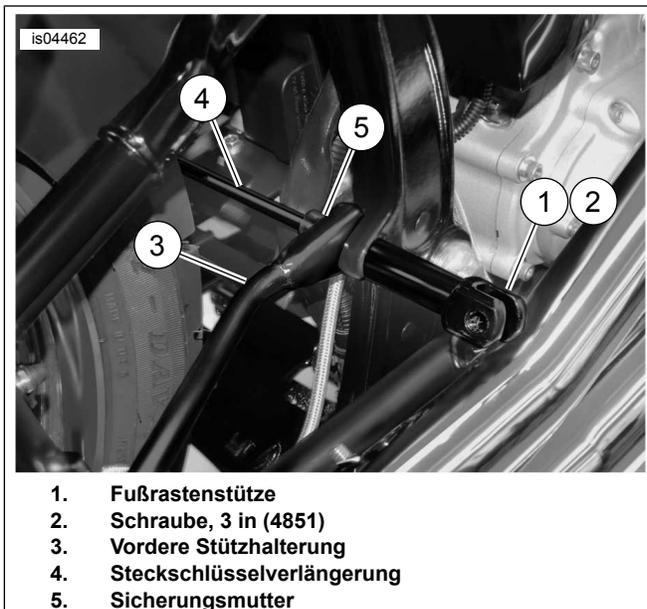
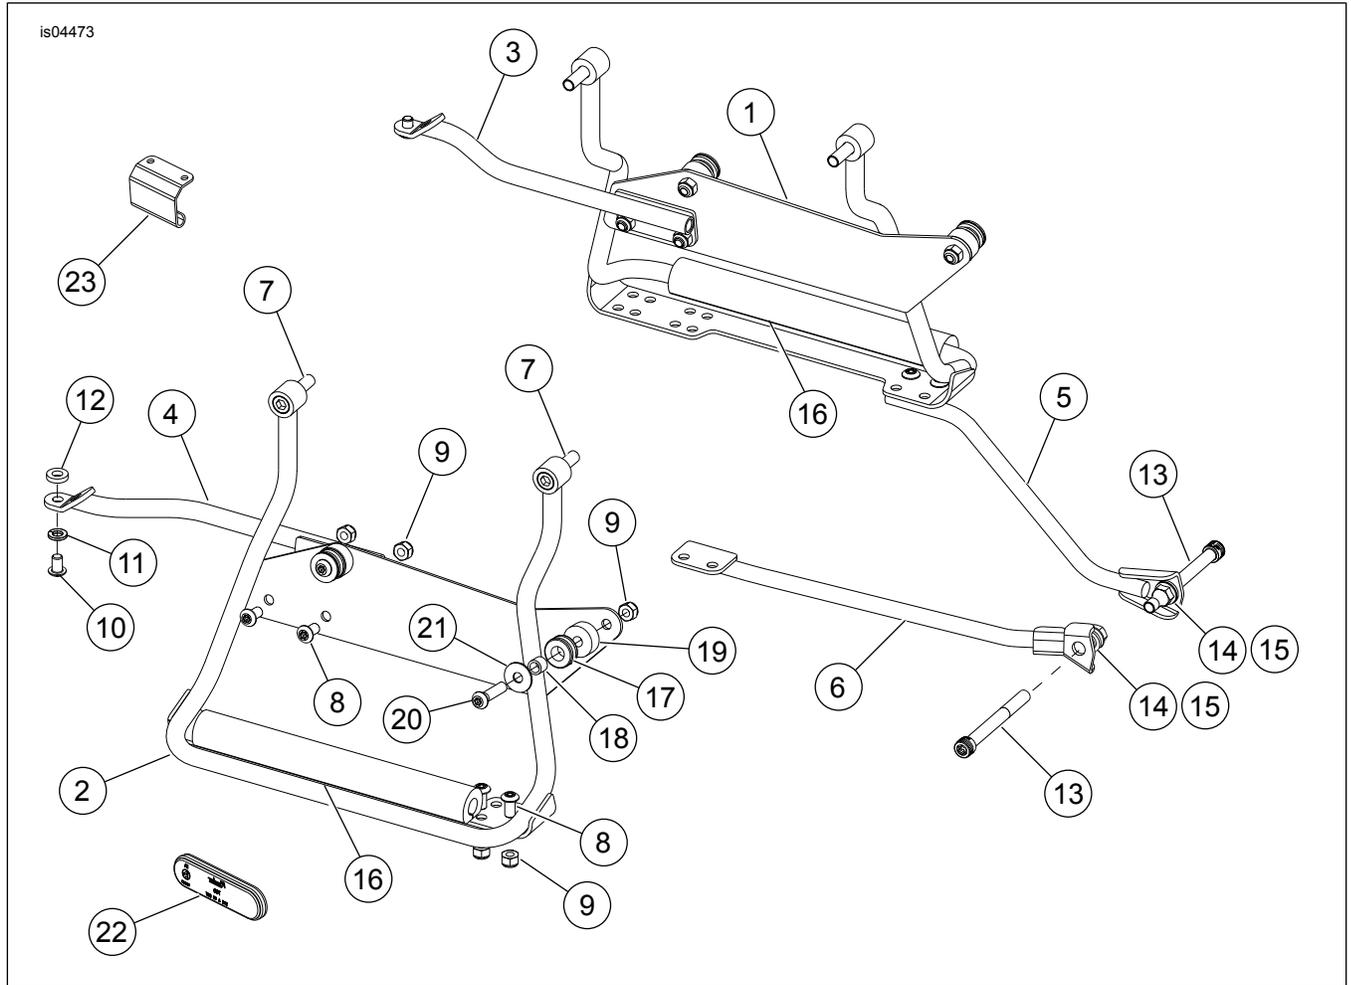

Abbildung 11. Vordere Stützhalterung und Fußrastenstütze einbauen (rechte Seite abgebildet)
Abbildung 19. Ersatzteile: Satteltaschenhalterungssatz (90227-06A) und Befestigungsteilesatz (90052-03A)
1. Siehe Abbildung 11. Die Fußrastenstütze (1) mit dem Loch im Rahmen ausrichten.
2. Die Schraube (2) durch die Fußrastenstütze und den Rahmen einsetzen. An der Rahmeninnenseite müssen die Gewindgänge etwa 13 mm (1/2 in) frei liegen.
3. Die vordere Stützhalterung (3) auf der Schraube anbringen.
4. Die Ansatzscheibe (siehe Abbildung 19, Teil 14) so einbauen, dass der Ansatz zur Halterung gerichtet ist.
5. Eine Steckschlüsselverlängerung (4) verwenden, um die Mutter (5) auf der Schraube anzubringen, und von Hand anziehen.
1. Siehe Abbildung 19. Die zwei Schrauben (8) durch die Aufhängehalterungen der Satteltasche (1, 2) und in der vorderen Stützhalterung (5, 6) einbauen. Mit den Muttern (9) befestigen. Die Muttern auf ein Drehmoment von 13,1 N·m (10 ft·lb) anziehen.
2. Die Muttern (15) auf der vorderen Stützhalterung (3) auf ein Drehmoment von 34–41 N·m (25–30 ft·lb) anziehen.
3. Die Gummiisolierung (16) mit der „flachen“ Seite nach unten über den Aufhängehalterungen der Satteltasche (1, 2) anbringen.
4. Siehe Abbildung 19. Schraube (20) und Unterlegscheibe (21) von der seitlichen Satteltasche durch das Distanzstück (19) einbauen. Nun die Mutter (9) aufsetzen und von Hand anziehen.
6. Siehe Abbildung 19. Das Scharnier (23) unter die Gummidichtung schieben, und eine Scharnierhälfte mit den zuvor ausgebauten Schrauben (Abbildung 18, Teil 2) am Satteltaschendeckel befestigen. Die Schrauben sicher anziehen.